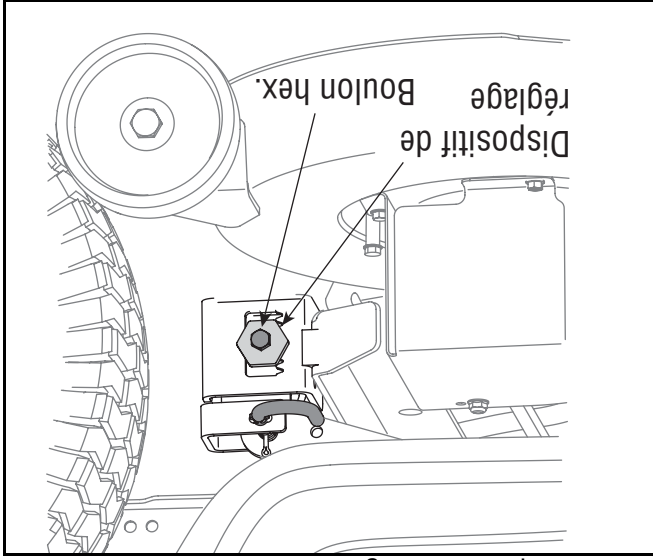

Figure 14
3. Desserrez, **sans** la retirer, la vis à chapeau à six pans sur le crochet de support gauche du plateau de coupe. Voir la Figure 14.
4. Équilibrez le plateau de coupe en utilisant une clé pour tourner le dispositif de réglage (trouvée immédiatement derrière la vis desserrer précédemment) dans le sens d'aiguilles d'une montre / haut ou en sens inverse des aiguilles d'une montre / bas. Voir la Figure 14.